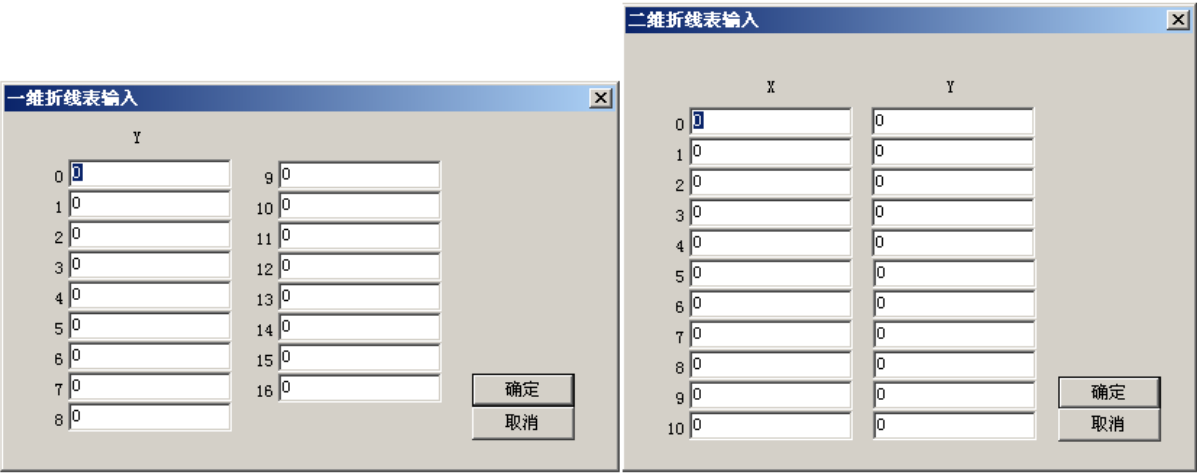

图 6-29 折线表输入框
- 数据：此栏设置为按钮形式，当类型为一维折线表时，点击“设置”按钮将弹出一维折线表输入窗口，如图 6-29 左边所示。当类型为二维折线表时，点击“设置”按钮将弹出二维折线表输入窗口，如图 6-29 右边所示。
在图 6-29所示的界面中完成各项折线表设置后，模拟量输入位号可引用已设置的折线表，在模拟量输入点参数设置对话框的参数设置界面中选择折线表即可，如下图所示。